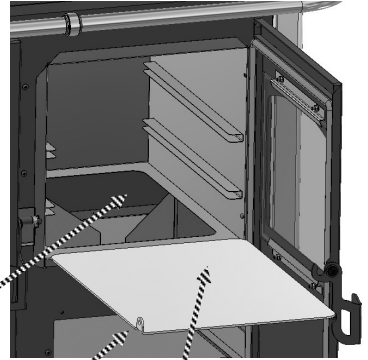

Fig. 3
Nettoyage sous four (Fig.3)
- Terminé les opérations de nettoyage remonter l'appareil en faisant ce qui est décrit dans le sens contraire. Attention au positionnement de la partie pliée vers l'haute – voir image Fig.3.